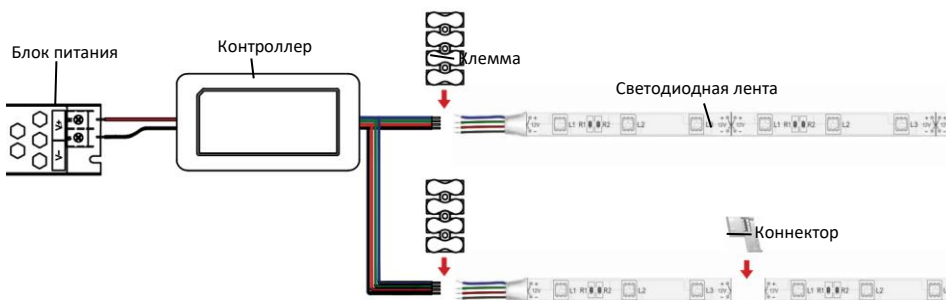

Рисунок 3 – Схема подключения контроллера, на примере подключения светодиодной ленты.
5.1.5. Если необходимо разрезать ленту, используйте коннекторы Geniled, см. рисунок 3.